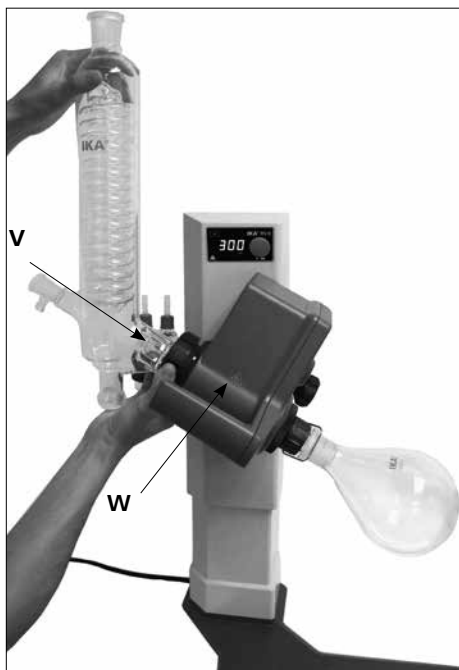

Fig.17
- 냉각콘덴서에 캡 너트를 넣고 냉각콘덴서의 플랜지 (V) 에 스프링 링을 붙칩니다.
- 회전 드라이브(W)에 냉각콘덴서를 놓고 손으로 캡 너트를 조입니다. (Fig.17)